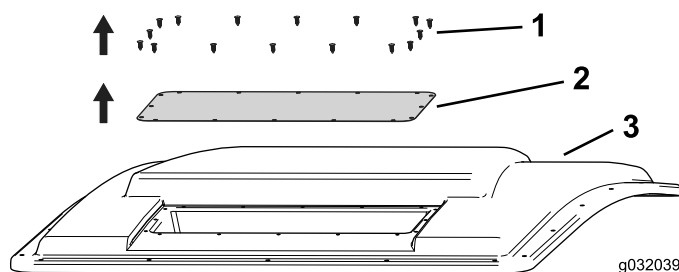

图2
5. 拆下并丢弃将护罩固定到车顶上的 16 个塑料盖（图2）。